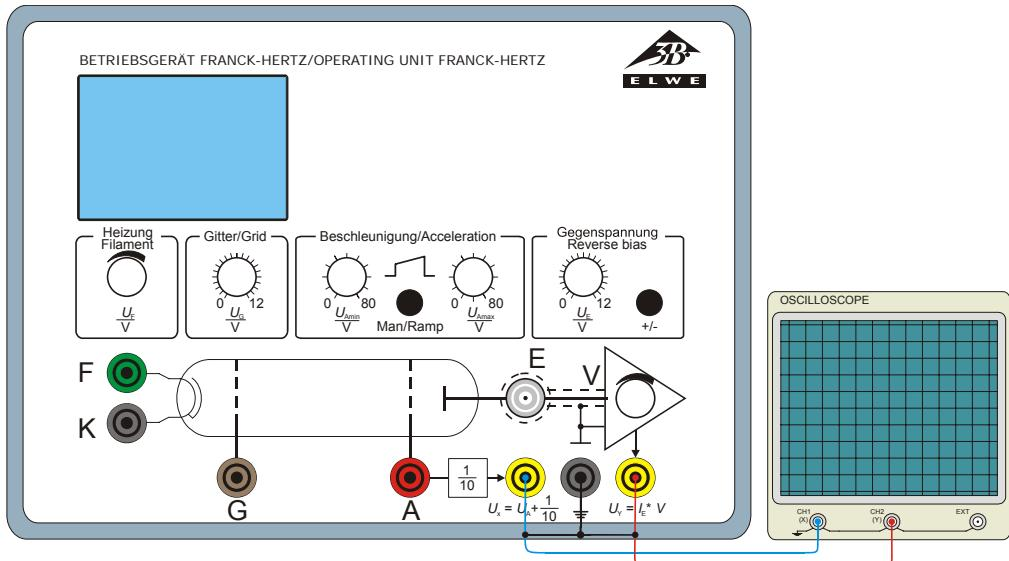

Fig. 7 Conexión de un osciloscopio en el aparato de operación para el experimento de Franck-Hertz
- Se conecta la salida Ux del aparato de operación para el experimento de Franck-Hertz en el canal 1 (desviación -x) y la salida Uy en el canal 2 (desviación - y) del osciloscopio (ver Fig. 7).